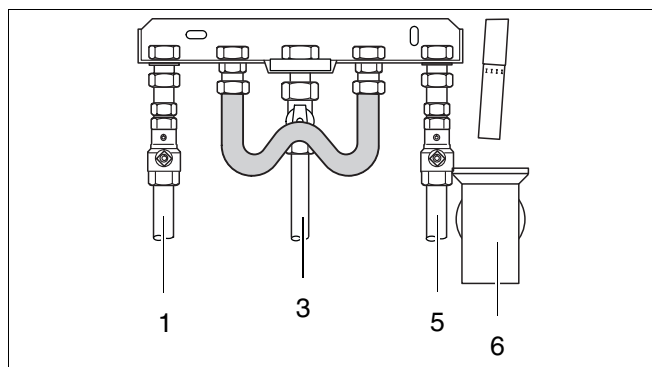
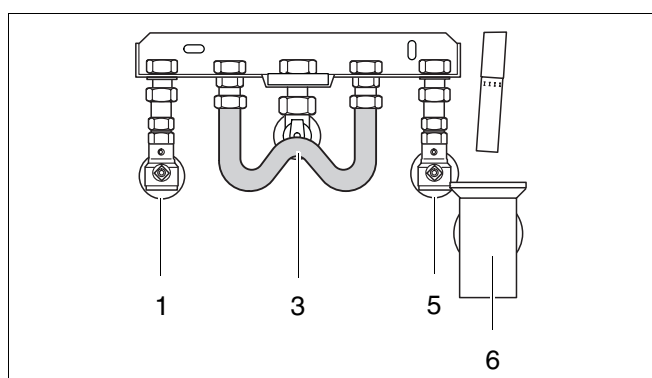

Abb. 5 Rohranschlüsse Aufputzmontage mit Kurzschlussleitung
Abb. 6 Rohranschlüsse Unterputzmontage mit Kurzschlussleitung
- Rohre spannungsfrei anschließen (Abb. 5, 6, 7, und 8).
- Kurzschlussleitung U-KS 11 (Zubehör) entsprechend "Montageanweisung Anschlussgruppe" zwischen Vorlauf Speicher und Rücklauf Speicher installieren (Abb. 5 und Abb. 6).
- Rohr spannungsfrei anschließen (Abb. 5, 6, 7 und 8).
Legende zu Abb. 5, 6, 7 und 8: